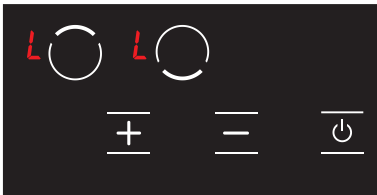

Abbildung 20
1. Wenn der Herd eingeschaltet und die Tastensperre aktiv ist, erscheint das Symbol **L** auf dem gesamten Bildschirm. (siehe Abb. 20) Wenn eine heiße Kochplatte vorhanden ist, werden die Symbole **L** und **H** abwechselnd auf dem Bildschirm angezeigt. Nur mit der **P** Taste kann der Herd ein- und ausgeschaltet werden.